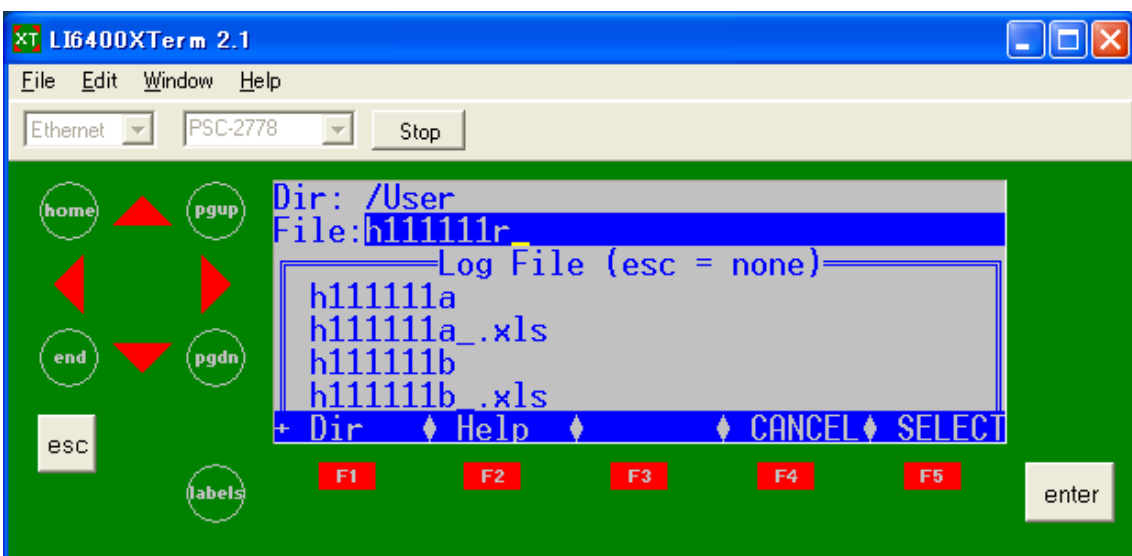

図 10 Open Log File 画面
2) F1 キーを入力し，図 10 の画面でファイル名（例. 赤単色光 → red）を付ける。